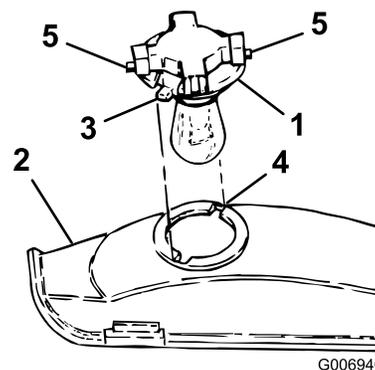

Figura 32
3. Ruotate il portalampada di 1/4 di giro in senso antiorario e toglietelo dal riflettore (Figura 32).
4. Allineate le linguette del portalampada (Figura 32) con le fessure del riflettore, inserite il portalampada nel riflettore e giratelo di 1/4 di giro in senso orario, finché non si ferma.